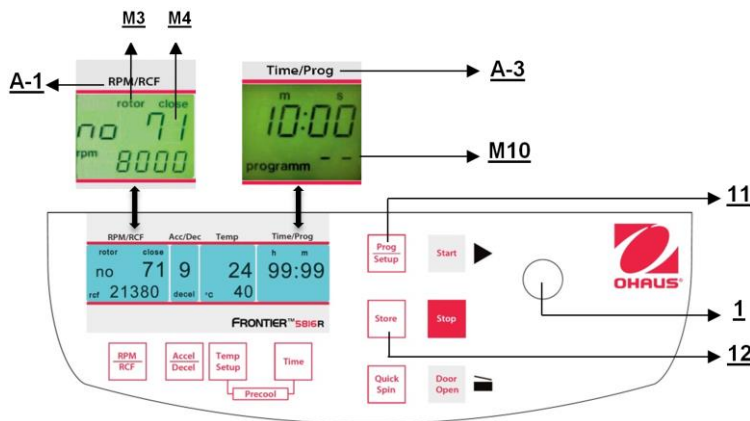

Figura 25
Para recuperar programas almacenados, presione el botón **"Prog/Setup"** (11) (vea la Figura 25) mientras la tapa está cerrada. En la pantalla **"Time/Prog"** (A-3) aparece **"programm --"** (M10). El número de programa deseado puede preseleccionarse con la perilla de ajuste (1).
Para salir del modo de programa, solo presione el botón **"Prog/Setup"** (11) (vea la Figura 25). Entonces, dentro de la pantalla **"Time/Prog"** aparece la palabra **"programm"**.